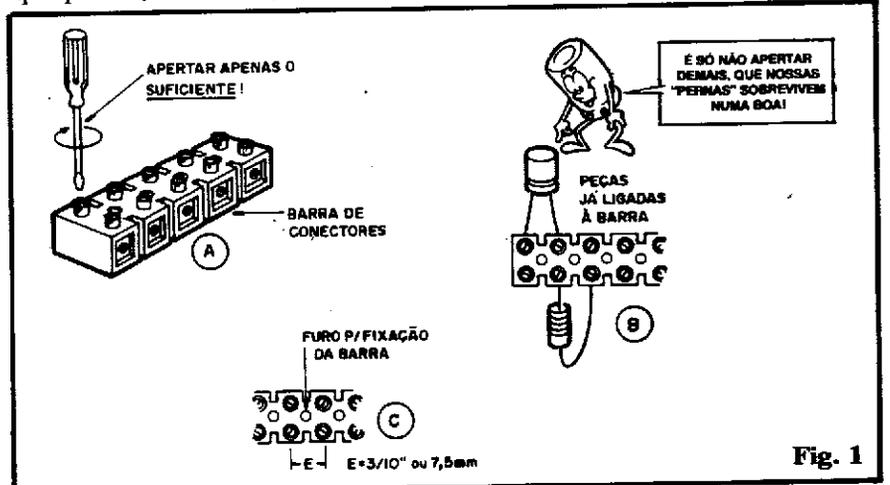

Fig. 1
- FIG. 1-A - A barra de conectores usada como substrato nas nossas montagens sem solda, é formada normalmente por 12 segmentos
- FIG. 1-B - Apenas para lembrar (ou para mostrar aos que estão "chegando agora" à turma...), vejamos como ficam as peças, depois que seus terminais são fixados, elétrica e mecanicamente, aos segmentos da barra... Observem que, como os contatos/segmentos estão dispostos **em linha**, é inevitável que alguns componentes (por exemplo: resistores, capacitores eletrolíticos com terminais axiais, etc.) devam ter seus terminais dobrados ou entortados (operação que **também** deve ser feita com certa "suavidade", para preservar a integridade dos "membros" da peça...), de modo a dispô-los no afastamento e posição convenientes à inserção na barra... Notem ainda que, para garantir o máximo número de reaproveitamentos de tais componentes, os terminais **jamaiz** devem ser cortados! Mantendo os pinos inteiros, mesmo que após várias utilizações, a "pontinha" do terminal acabe por partir-se, ainda haverá suficiente comprimento "sobrante" para novas utilizações! Bom senso e caldo de galinha (como diziam os antigos...) não fazem mal à ninguém...
- FIG. 1-C - A barra de conectores, além dos segmentos com seus miolos metálicos e parafusos superiores de fixação e ligação,
nadas pelo próprio "Aluno", na sua crescente criatividade, desenvolvida graças ao ABC... esperamos...). Se isso for feito de maneira organizada e metódica, a economia será substancial! E tem mais um "truque": para esticar ao máximo a própria durabilidade física dos componentes (seus terminais...), podemos dotar os principais deles de "botas" ou "sapatos", que literalmente protejam seus pés contra o inevitável "tira e põe", "aperta, desaperta", nos segmentos das barras "Sindal"! A fig. 1-A dá todas as "dicas", não só quanto a alguns dos componentes "onipresentes" (cujos códigos valem a pena ser "estocados", pela grande repetibilidade do seu uso...), mas também quanto à própria confecção dos "sobre-pés", na forma de contatos mais sólidos e permanentes! Observem que basta cortar pedaços da barra de conectores, contendo tantos segmentos quantos forem os terminais ou "pernas" do componente, fixar os terminais do dito componente **de um lado** e, no **outro** lado da barra, fixar pequenos pinos metálicos, mais firmes (e que poderão mais fácil e economicamente ser substituídos, quando estiverem muito "esmagados" ou deformados pelo uso...).